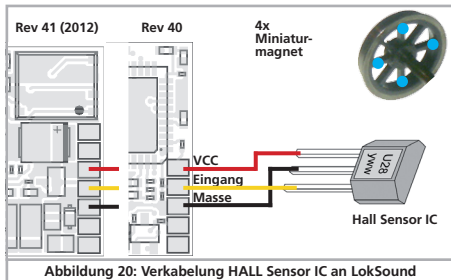

Abbildung 20: Verkabelung HALL Sensor IC an LokSound
Ein Hall Sensor ist ein elektronischer Schaltkreis (IC) welcher auf ein wechselndes Magnetfeld reagiert. Die verfügbaren HALL IC können sehr einfach in Loks verbaut werden, weil der Abstand zwischen IC und Magnet nicht kritisch ist. Ein häufig verwendeter Hall IC ist der TTL4905 von Siemens/Infineon, zu dem es auch viele kompatible Typen gibt. Die drei Anschlüsse des ICs müssen mit dem LokSound Decoder so verbunden werden, wie es Abb. 20 bzw. 21 zeigt. Verbauen Sie vier Miniaturmagnete auf der Innenseite einer Kupplachse und sorgen Sie dafür, dass die Magnete bei der Radumdrehung am HALL IC vorbeiziehen und damit den Impuls auslösen. Bei 3 Zylinder-Loks benötigen Sie allerdings 6 Magnete, abhängig von der Zylinderanordnung.